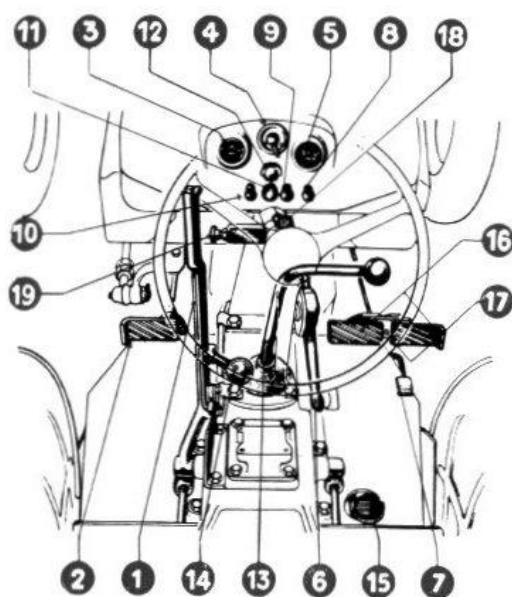

Fig. 10.
1° S'assurer que le levier de prise constante, rep. 14, fig. 10, est au point mort, ainsi que le levier du changement de vitesses, rep. 13, fig. 10. Vérifier également que le frein à main, rep. 1, fig. 10, est bien serré.
- 2° Lever le rideau de radiateur en tirant au maximum sur la patte (rep. 18, fig. 10). Des crans sont prévus sur la colonne de direction qui permettent de maintenir le rideau à des hauteurs différentes en fonction de la température extérieure et de la charge imposée au moteur.
- 3° Amener l'accélérateur, rep. 6, fig. 10, aux trois quarts de sa course.
- 5° Tirer à fond le bouton de contact, rep. 9, fig. 10, et contrôler si le voyant, rep. 11, fig. 10, est allumé : le contact est alors réalisé.
- 6° Pousser le bouton de commande du démarreur, rep. 10, fig. 10. Dès la mise en route du moteur, lâcher rapidement ce bouton qui doit revenir à sa position initiale.
- 1° Pousser et maintenir à fond la pédale d'embrayage, (rep. 2, fig. 10).
En fonction de la vitesse d'avancement choisie, il y a lieu de jouer différemment sur le levier de prise constante (rep. 14, fig. 10) et sur le levier de changement de vitesses (rep. 13, fig. 10).
- 3° Amener l'accélérateur à main (rep. 6, fig. 10), à mi-course.
- 4° Embrayer lentement, après avoir desserré le frein à main (rep. 1, fig. 10). Pour permettre un desserrage plus facile de celui-ci, il est recommandé d'appuyer à fond sur les deux pédales de frein à pied (rep. 16, fig. 10).
Un accélérateur au pied (rep. 7, fig. 10) conjugué avec la manette, **est exclusivement réservé pour le transport sur route.**
- 1° Débrayer en poussant à fond vers l'avant, la pédale (rep. 2, fig. 10).
1° Pousser le levier de l'accélérateur à main (rep. 6, fig. 10) vers l'avant, puis de la pointe du pied soulever au maximum la pédale d'accélérateur (rep. 3, fig. 8).
2° Couper le contact en poussant à fond le bouton (rep. 9, fig. 10).